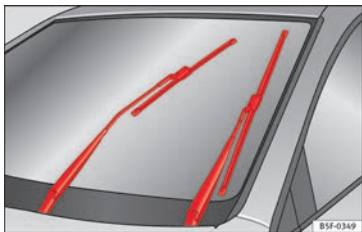

Fig. 72 Limpiaparabrisas en posición de servicio.
- Conecte y desconecte el encendido y a continuación (antes de aproximadamente 9 segundos) desplace la palanca del limpiaparabrisas hacia abajo (barrido breve). Las escobillas se desplazan hasta la posición de servicio » fig. 72.